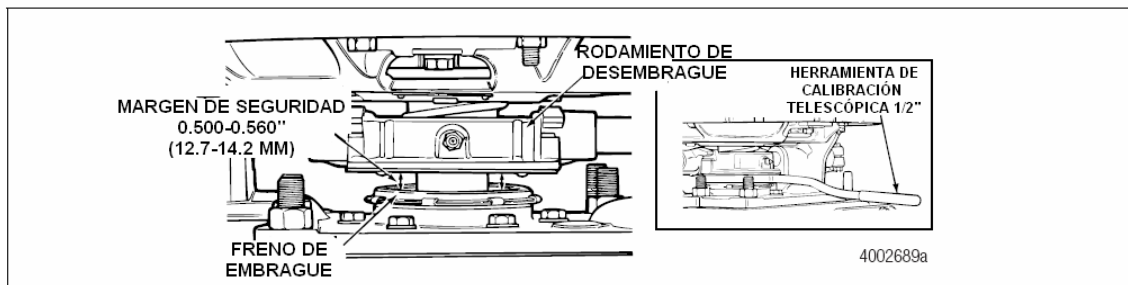

Figura 3.10
2. **Margen de Seguridad del Rodamiento de Desembrague.** El margen de seguridad del embrague AutoJust™ debe ser de 0.500-0.560 pulg (12.7-14.2 mm). Figura 3.10.